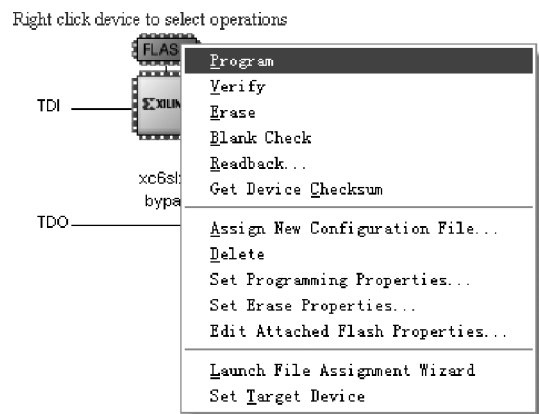
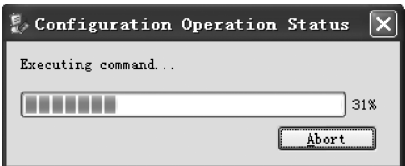

图 3.87 编程 BPI Flash 界面
图 3.88 编程进度提示
- (9) 如图 3.87 所示,选择标记为 FLASH 的区域,鼠标右键单击该区域,出现浮动菜单。在浮动菜单内,选择 Program 选项。
- (10) 出现编程对话框界面。在该对话框界面内单击 OK 按钮,接受编程属性设置。
- (11) 如图 3.88 所示,出现 BPI Flash 编程进度界面,当编程结束后,出现 Program Succeeded(编程成功)提示。